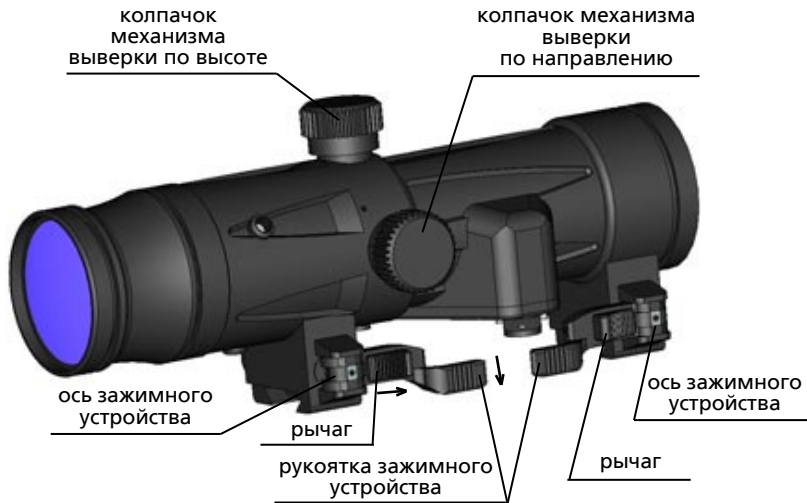

Рисунок 2
Для защиты винтов выверки от грязи и влаги предусмотрены колпачки (рисунок 2).
1.6.5 В нижней части корпуса (рисунок 2) расположено зажимное устройство, предназначенное для крепления прицела на оружии.
- сдвигая в сторону рычаг (рисунок 2), откинуть рукоятку зажимного устройства до конца;
- зафиксировать рукоятку зажимного устройства (рисунок 2);
Если СТП совпала с точкой прицеливания или отклонилась от нее менее чем на 1 см, то прицел считается выверенным. В противном случае, необходимо отвинтить колпачки (рисунок 2) с маховичков механизмов выверки и, вращая ключом из комплекта поставки винты механизмов выверки по высоте и по направлению, добиться совмещения СТП с центром мишени. При повороте винта выверки на один щелчок СТП смещается на 1 см при стрельбе на расстоянии 100 м;